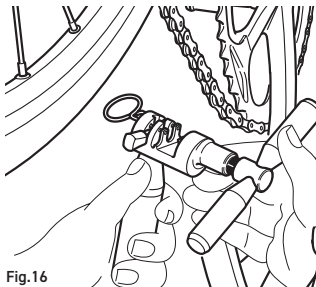

Fig.16
- Colocar la herramienta **UT-CN400** como indica la Fig. 16 (por el lado exterior de la cadena hacia el interno).